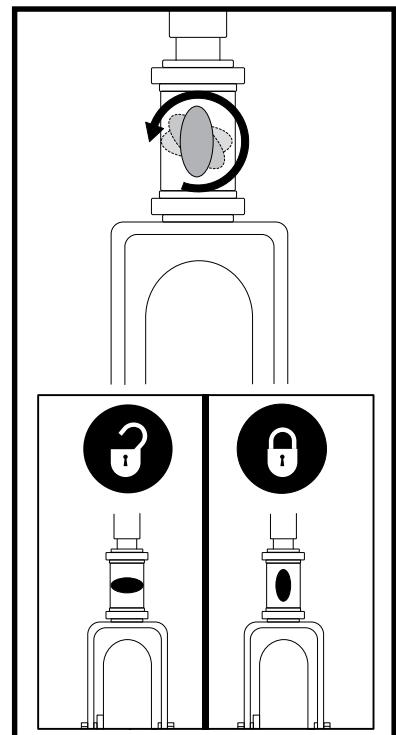

Abb.26.Lenkersicherungshebel
1. Schlüssel aus dem Schlüsselschalter entfernen. Für modell 104, Justieren Sie den Lenker in eine gerade Position, indem Sie den Lenkersicherungshebel eindrücken und gleichzeitig 90° im Uhrzeigersinn drehen. Siehe Abb. 26. Das Vorderrad muß nach vorne gerichtet sein, um den Lenker festzustellen.